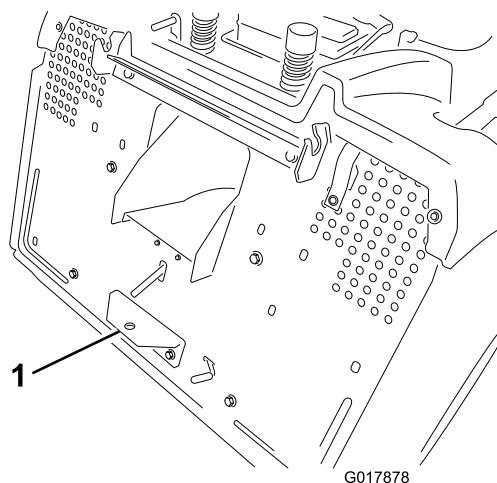

Figura 20
2. Montate l'accessorio sul gancio di traino, situato in basso sul retro della macchina (Figura 20).